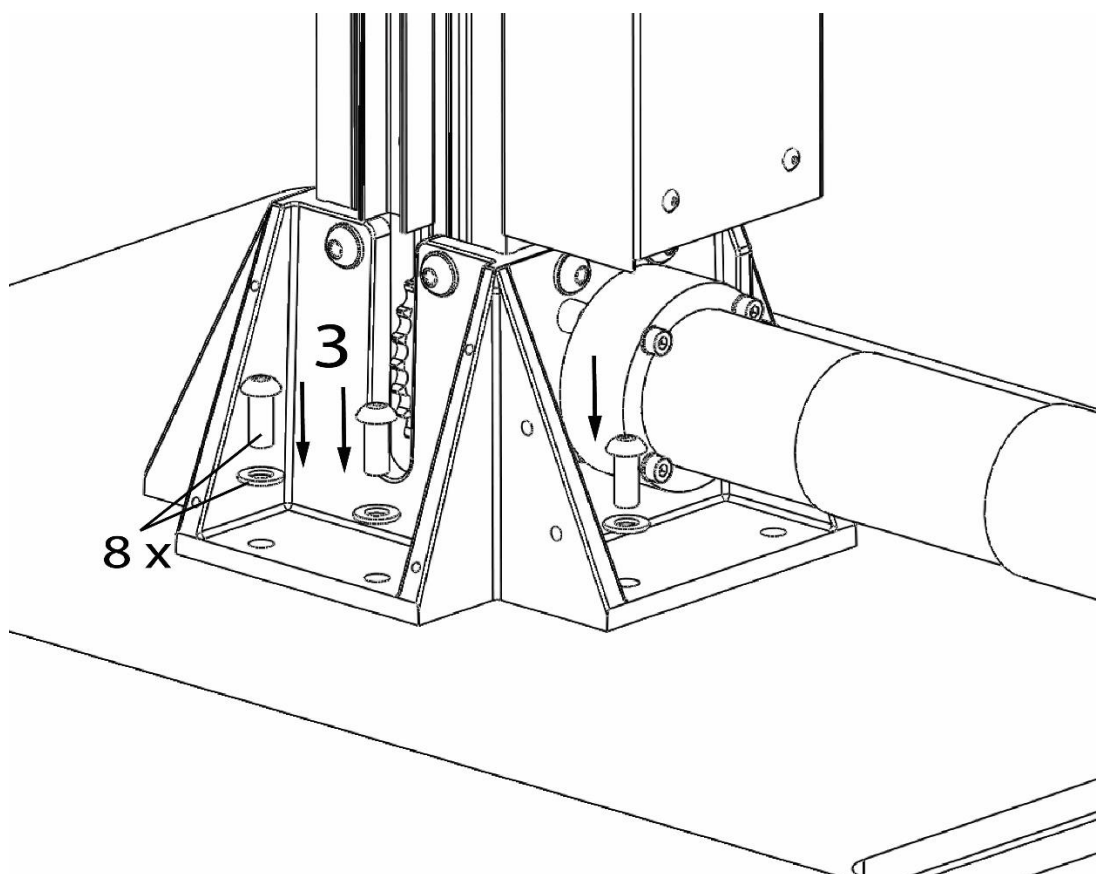

Figura 4: Instalação de parafusos de fixação
8. Localiza os parafusos M8 incluídos (8 unidades) e as anilhas (**saco de ferragens 2**). Coloque as anilhas nos parafusos, depois insira os parafusos nos orifícios do suporte inferior e rosqueie-os na Base / chão (**figura 4**). Usando uma chave T40, **aperte os parafusos a 20 Nm**.